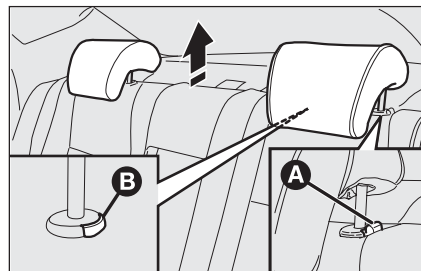

fig. 35
- premere i tasti **A** e **B**-fig. 35 (ubicati a lato dei due sostegni degli appoggiatesta) quindi rimuovere gli appoggiatesta sfilandoli verso l'alto.